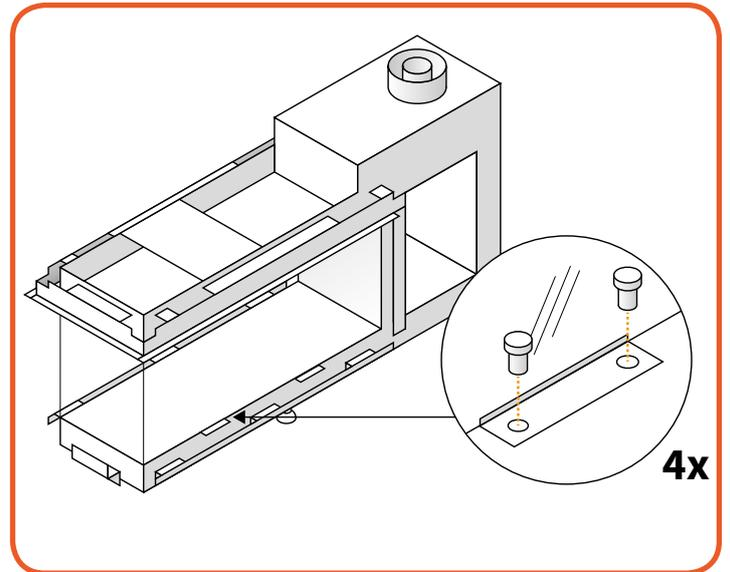

Abbildung 10-4: Lösen der Schrauben von den Glasklemmen
- Lösen Sie die Klemmen, die das Glas halten. (Siehe Abbildung 10-4)